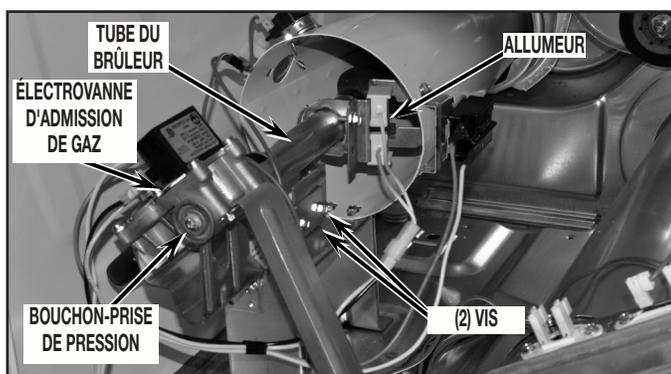

FIGURE 19B
12. Débrancher le connecteur de l'allumeur du reste du câblage puis ôter le tube du brûleur (ôter les deux (2) vis de fixation sur la base du brûleur). Consulter la *Figure 19B*, passer à l'étape 23, "Remplacement du gicleur".